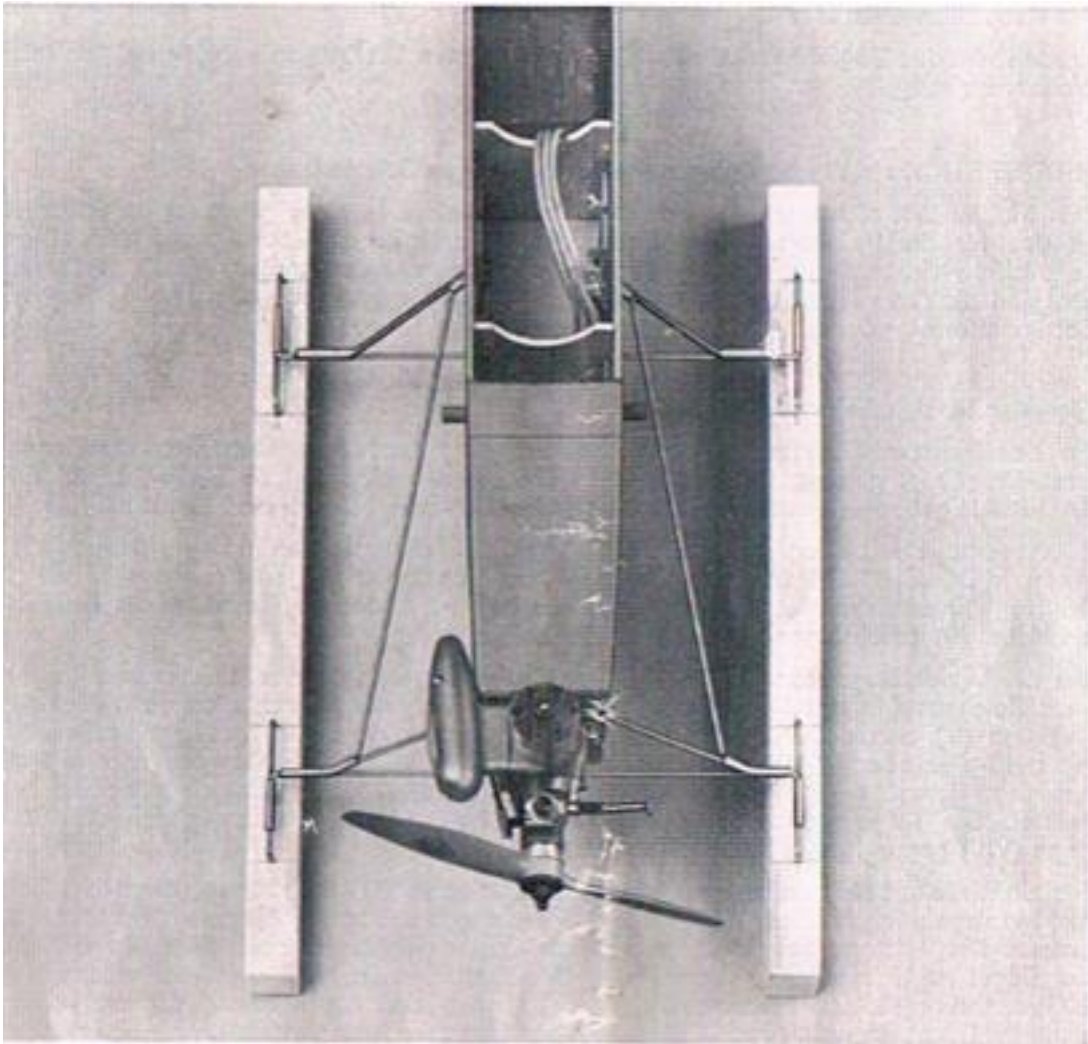

Fig.13 L'installation des entretoises du flotteur sur un MIDDLE STICK avec OS MAX H 40 RC
Le connecteur (23) n'est pas nécessaire. Les informations relatives à l'angle de réglage du flotteur sont contenues dans les instructions de montage. Les entretoises seront provisoires attachées et tout est bien aligné pour que le redan soit 10 mm derrière le centre de gravité. Utiliser des câbles pour réaliser la commande du safran, attacher les fils solidement. La figure 13 montre cette étape de construction.